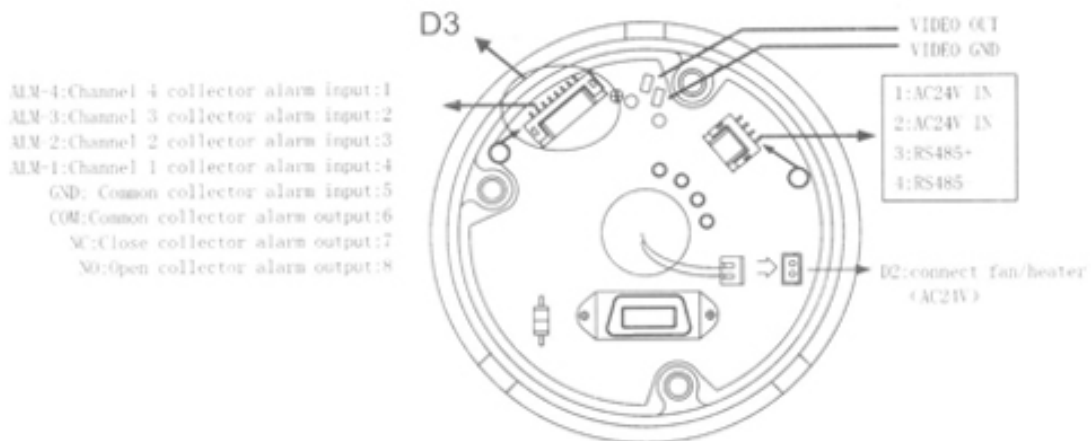

Figure 15-1
8) Вставьте патронный ответвительный штепсель алюминиевого корпуса в разъем D2 (рис. 15-1). Соответствуя положению D3 к соединению. Как показано на рисунке 15-1, если камера идентифицирует сигнал тревоги, она примет настройки соответственно программе немедленно, затем запустите камеру, переключая изображение с тревожного поля на основной монитор. Наблюдайте за тревожной предпозицией, затем вовремя включите запись. На рисунке 15-2 показано подключение управления тревогой.